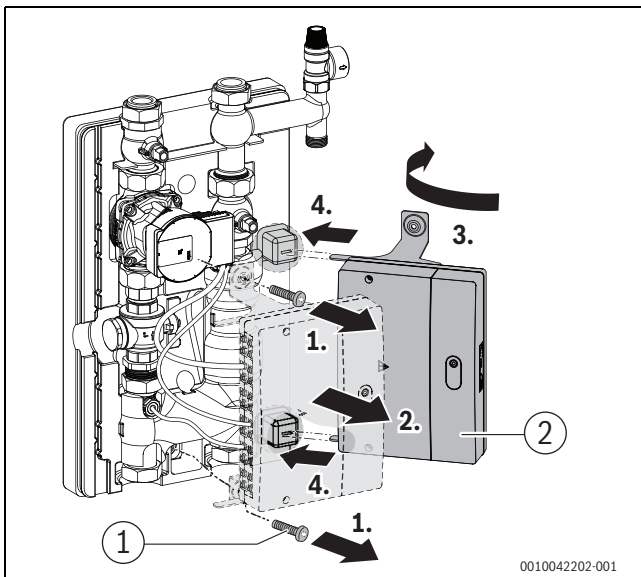

Bild 8 Hybrid-Modul in Wartungsposition bringen
- ▶ Hybrid-Modul in die Wartungsposition bringen (→ Bild 8).